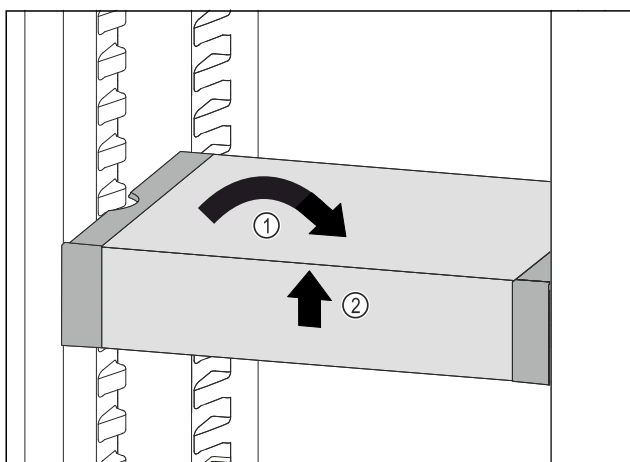

Fig. 36
- ▶ Установите VarioSafe прямо. Fig. 36 (1)
- ▶ Приподнимите VarioSafe спереди. Fig. 36 (2)